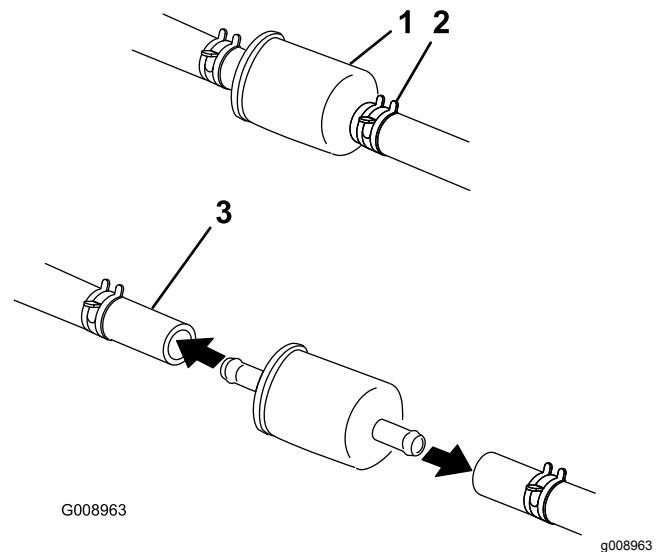

Figura 59
5. Aperte as pontas dos grampos da tubagem e afaste-as do filtro (Figura 59).
7. Instale um filtro novo e coloque as abraçadeiras junto ao filtro (Figura 59).